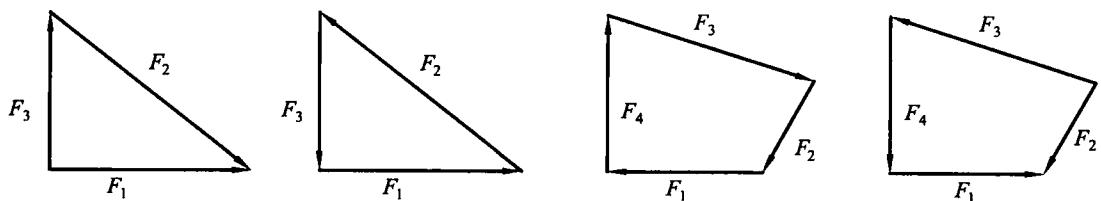

图 2.2
7. 某刚体受平面汇交力系作用, 其力的多边形如图 2.2 所示。请指出这些图中哪一个是平衡力系? 哪一个是有合力的, 其合力又是哪一个?